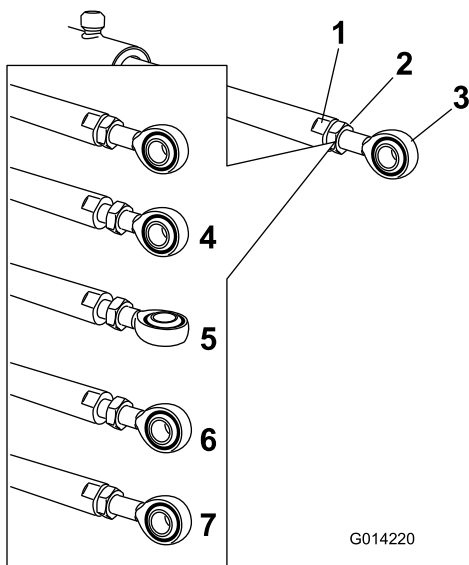

Рисунок 104
- Удерживайте шток привода в неподвижном положении с помощью ключа, накинутаго на плоские грани штока привода, затем ослабьте контргайку, чтобы можно было регулировать шток с проушиной (Рисунок 104).
6. Поверните шток с проушиной в штоке привода, чтобы сократить или удлинить привод для установки в требуемое положение (Рисунок 104).